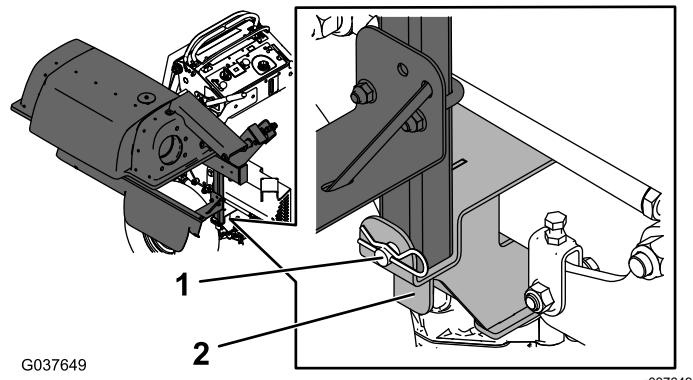

図 15
- バガーフレームの底部前側を、トランスマッisionの取り付けブラケットに固定するクレビスピニとヘアピンコッターを使用する図 15。